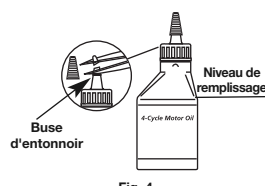

Fig. 4
2. Placez un de trois fournis écrous de blocage hex dans l'un des trois trous encastré, sur le dessus du protecteur d'accessoire de coupe (Fig. 4).
3. Introduisez une vis dans le trou du bas du protecteur d'accessoire de coupe. Vissez-la dans l'écrou posé à l'étape 2 (Fig. 4). Évitez de serrer.